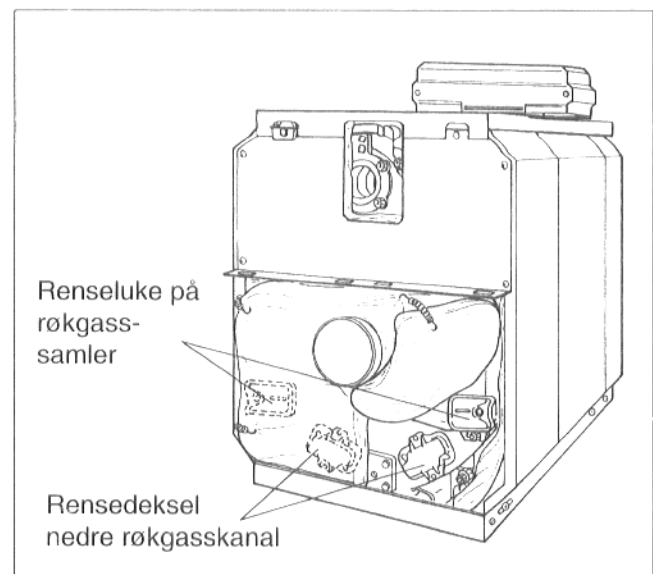

Fig. 58
- Røkgassamleren rengjøres for sot (Fig. 58).
- Røkgasskanalene nede rengjøres med feiebørste 2 fra front og feieluke på kjelens baksida (Fig. 58).